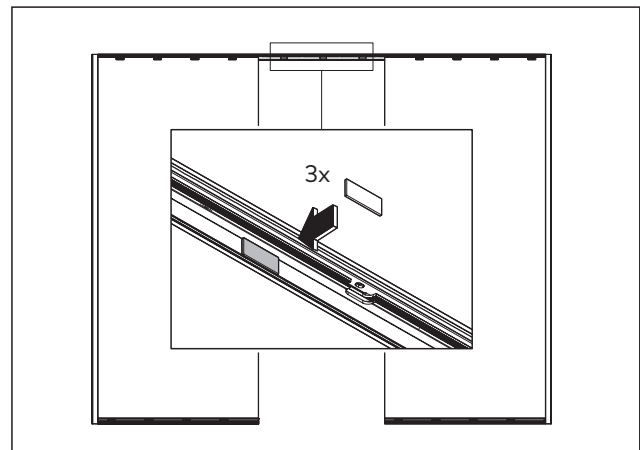

Abb. 5 Die Zwischenlagen aufkleben
1. Die Zwischenlagen (3 Stück pro Meter) auf das Aufnahmeprofil kleben (Abb. 5).